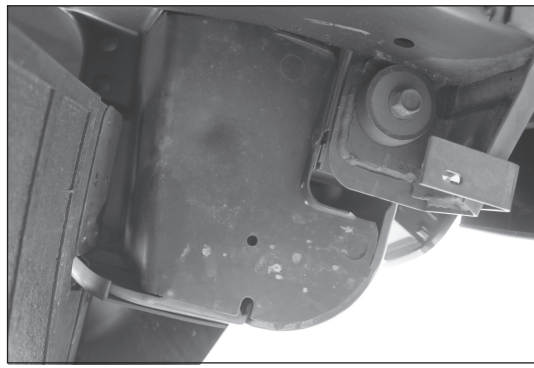

Fig. 1
2. Carefully remove the protective splash covers from the lower rear corners of the vehicle (fig. 1) and locate the vehicles taillight wiring harness underneath each cover. The wiring harness can be identified by connectors that match the T-Connector assembly.
2. Quite cuidadosamente las cubiertas protectoras del chapoteo de las esquinas posteriores más bajas del vehículo (la fig. 1) y localiza el arnés de cableado de la luz trasera de los vehículos por debajo de cada cubierta. El arnés de cableado se puede identificar por los conectadores que emparejan el montaje del T-Conector.
2. Enlevez soigneusement les couvertures protectrices d'éclaboussure des coins arrière inférieurs du véhicule (fig. 1) et localisent le harnais de câblage de feu arrière de véhicules sous chaque couverture. Le harnais de câblage peut être identifié par les connecteurs qui assortissent le connecteur T-.